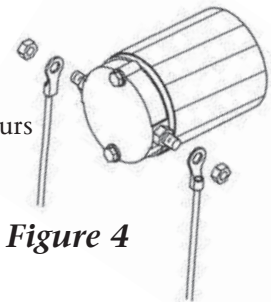

Figure 4
5. Connecter le câblage comme indiqué dans la **Figure 4** et vérifier chaque connexion de fil pour la correcte position. Attacher les fils pour éviter des les accrocher et de perturber la puissance entre le treuil, la batterie, le solénoïde et/ou le commutateur.